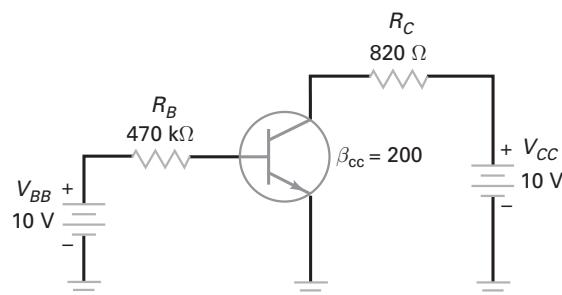

Figura 6-33
- 6-5** **MultiSim** Qual é o valor da corrente da base na Figura 6-33?
- 6-6** **MultiSim** Se o ganho de corrente diminuir de 200 para 100 na Figura 6-33, qual será o valor da corrente na base?
- 6-7** Se o resistor de $470\text{ k}\Omega$ da Figura 6-33 tiver uma tolerância de $\pm 5\%$, qual será a corrente máxima na base?
- 6-8** **III Multisim** Um circuito com transistor similar ao da Figura 6-33 tem uma fonte de tensão do coletor de 20 V, uma resistência do coletor de $1,5\text{ k}\Omega$ e uma corrente do coletor de 6 mA. Qual é a tensão coletor-emissor?
- 6-10** Quais são os valores da tensão coletor-emissor e da potência dissipada na Figura 6-33? (Dê as respostas para um transistor ideal e para a segunda aproximação.)
- 6-35** **III Multisim** Na Figura 6-33, a tensão coletor-emissor aumenta, diminui ou permanece a mesma para cada um dos seguintes defeitos?
- 6-39** Na Figura 6-33, qual é o valor do resistor da base necessário para que $V_{EC} = 6,7 \text{ V}$?
- 6-41** Suponha que um LED seja conectado em série com o resistor de 820Ω na Figura 6-33. Qual é a corrente no LED?